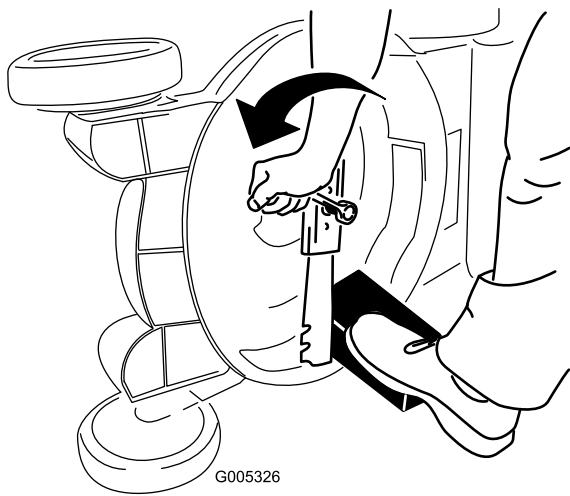

Bild 48
3. Stabilisieren Sie das Messer mit einem Holzblock (Bild 48).
4. Nehmen Sie das Messer ab und bewahren Sie alle Befestigungsschrauben auf (Bild 48).